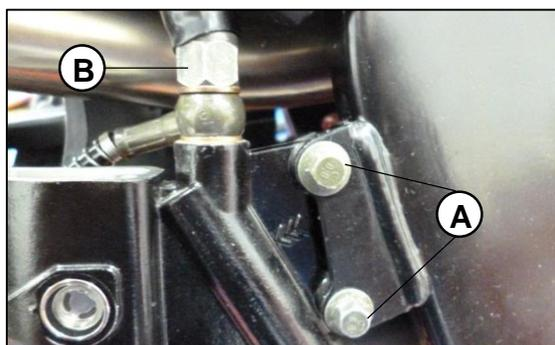

fig. .38
Remueva los tornillos de sujeción de la bomba (A) y tornillo de la línea de freno (B).Fig.38